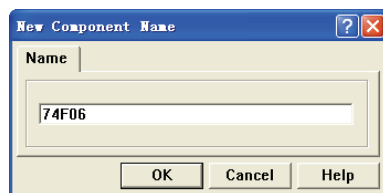

图 3-61 元件重命名
(3) 双击进入新建的原理图元件库内，左侧“Browse SchLib”面板中已经存在一个自动命名的“Component_1”元件。
(4) 执行“Tools”→“New Component”菜单命令，打开如图 3-61 所示的重命名元件对话框，输入新元件名称“74F06”，然后单击 **OK** 按钮确定，在元件库浏览器中显示元件 74F06。